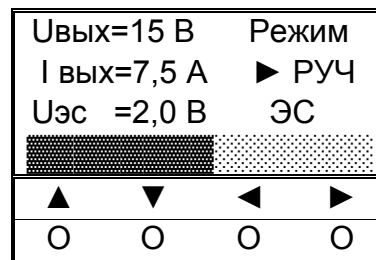

Рисунок 17
4. С помощью кнопок управления «◀», «▶» установить ползунок в среднее положение, проконтролировать значения параметров: $U=14...16В$, $I=1,9...2,1А$ (рисунок 17).